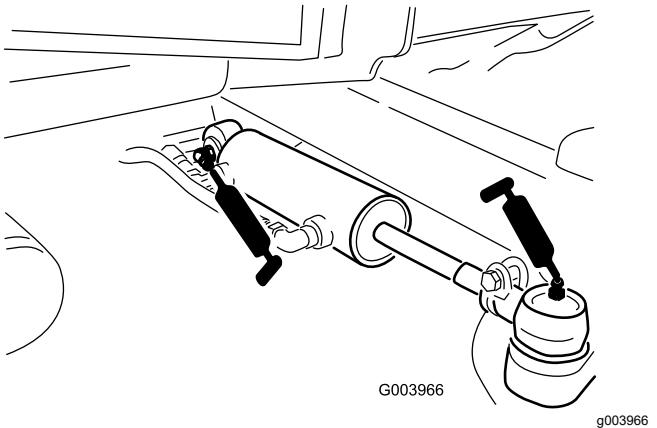

Figure 71
- Rotules de vérin de direction (2) (Figure 71)